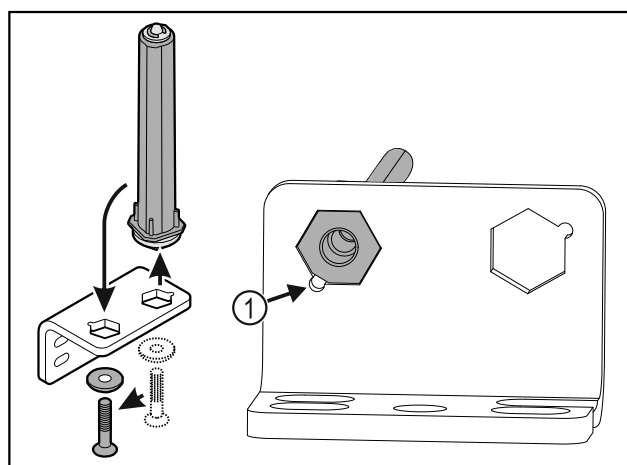

Fig. 24
- Verificare che durante l'inserimento lo smusso del perno Fig. 24 (1) sia rivolto verso il foro circolare.